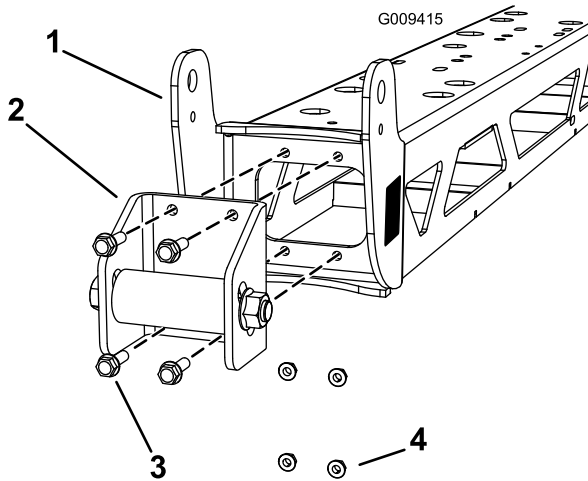

Figure 1
2. Retirez les 4 boulons (5/16 x 1 pouce) et écrous (5/16 pouce) qui fixent les butées au cadre de la rampe centrale, comme illustré à la (Figure 1).